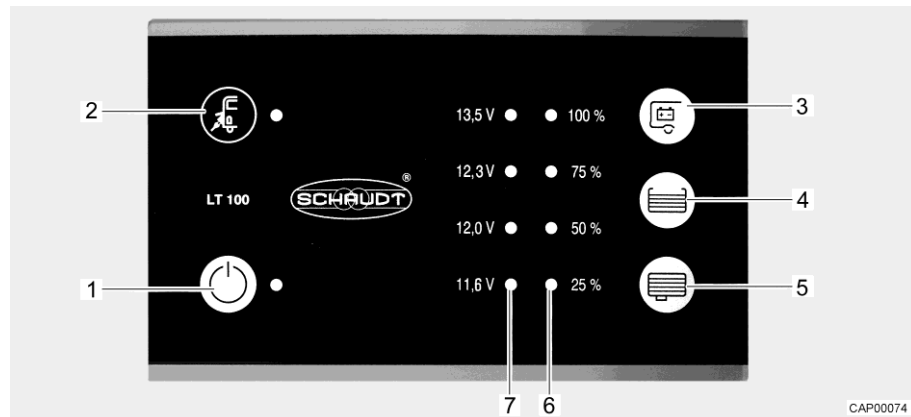

Fig. 71 Panel (LT 100)
El LED amarillo en el símbolo de conexión a la red "☑" (Fig. 71,2) estará iluminado mientras que el vehículo esté conectado a una alimentación de red externa. Entonces, el LED también estará iluminado al estar el panel desconectado.
El interruptor principal de 12 V (Fig. 71,1) conecta y desconecta el panel y la alimentación de 12 V del habitáculo.
- Pulsar el interruptor "⏻" (Fig. 71,1): La alimentación de 12 V del habitáculo está conectada. El LED está iluminado de color verde.
- Volver a pulsar el interruptor "⏻" (Fig. 71,1): La alimentación de 12 V del habitáculo está desconectada. El LED se apaga.
La serie de LED (Fig. 71,7) indicará la tensión de batería de la batería del habitáculo del modo siguiente:
- Pulsar la tecla "E" (Fig. 71,3): Indica la tensión de la batería del habitáculo.
La serie de LED (Fig. 71,6) indicará el nivel de llenado del depósito de agua potable o del depósito de aguas residuales.
Indicar el nivel de llenado: Pulsar la tecla "☰" (Fig. 71,4): Los LED iluminados indicarán el nivel de llenado del depósito de agua potable.
Pulsar la tecla "☷" (Fig. 71,5): Los LED iluminados indicarán el nivel de llenado del depósito de aguas residuales.